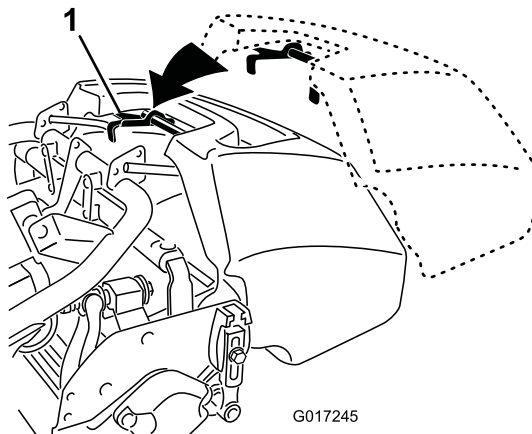

図 17
1. バスケットのハンドルをつかむ 図 17。
2. バスケットのリップ部をカッティングユニットの左右のサイドプレートの中央部に合わせて前ローラの上にセットする 図 17。
3. フレームループの上からバスケットを取り付ける 図 17。